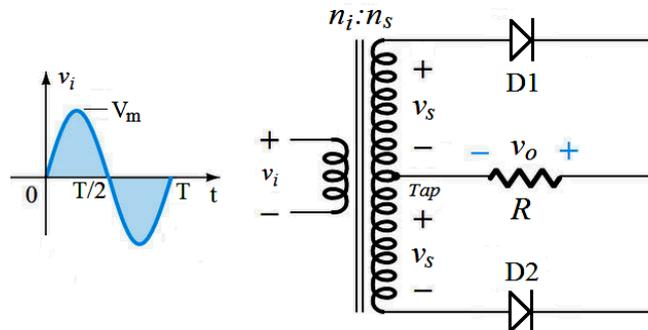

Figura 9 – Questão 15 (Boylestad e Nashelsky, 2004). Copyright ©2002 by Pearson Education, Inc. Upper Saddle River, New Jersey 07458. All rights reserved.
15. O transformador do circuito da Figura 9 (diodos ideais) apresenta uma tensão eficaz de 45 V (no lado secundário).